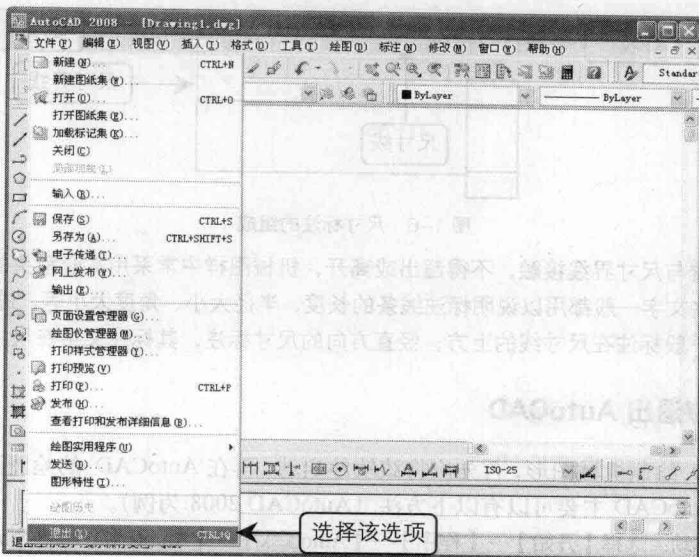

图 1-9 通过菜单方式退出 AutoCAD 2008
- ◎ 通过菜单方式退出：选择【文件】→【退出】命令，即可退出 AutoCAD 2008，如图 1-9 所示。